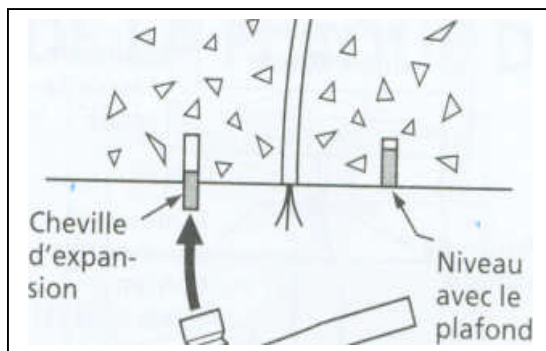

Figure 2e - Installation des chevilles d'expansion dans les trous
3. Poussez les chevilles d'expansion dans les trous jusqu'à ce qu'elles soient au niveau du plafond. Voir la Figure 2e.